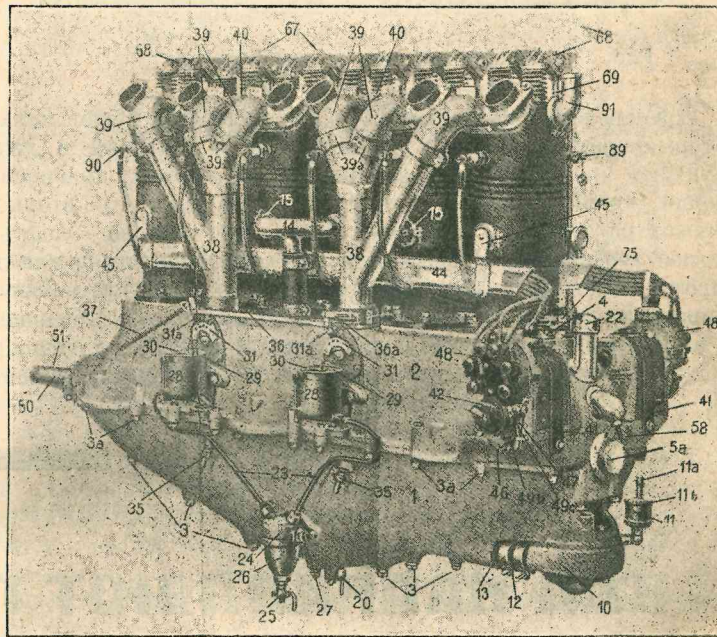

Рис. 12. 150-сильный двигатель „Бенц“ (вид со стороны карбюраторов).
На рис. 12 видны поплавковые камеры (28) двух карбюраторов, скрытых в картере, идущие от карбюраторов к вса-